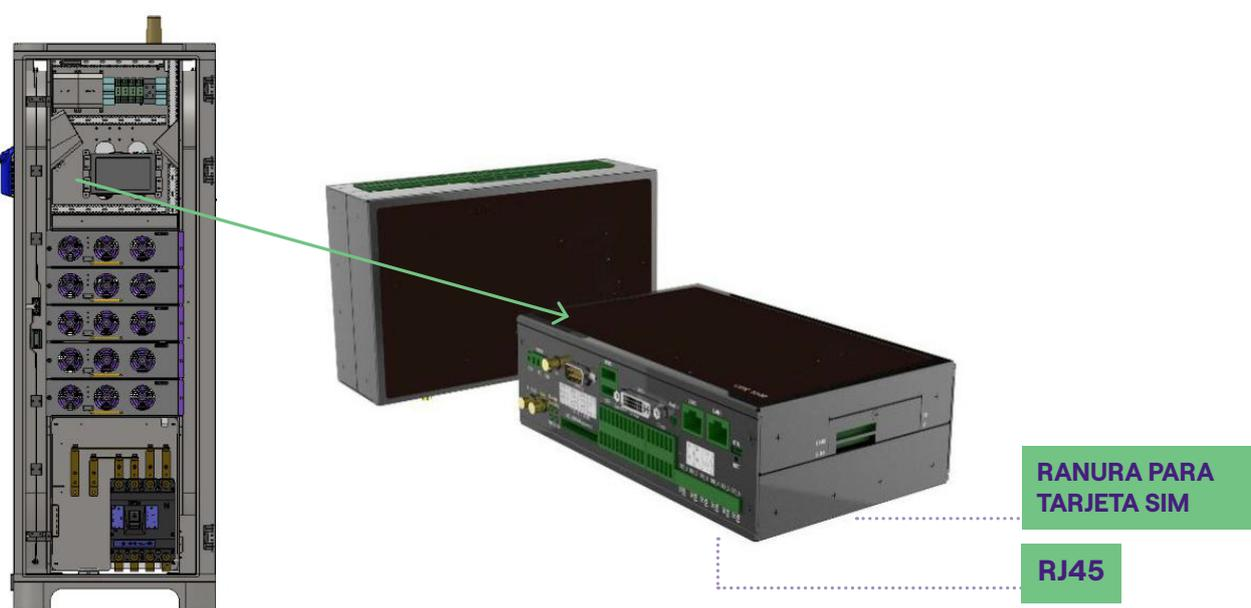

Figura 4.6.4
- > En caso de que la estación se conecte mediante cable LAN para la conexión directa al servidor, este cable debe colocarse a través de un prensacables impermeable en la parte inferior, hacia el puerto RJ45 de la placa de comunicación A8, como se muestra en la figura 4.6.4. (sugerimos utilizar un cable LAN plano y suave como el de la figura, debido al limitado lugar de instalación. El cliente podrá instalar cualquier otro convertidor RJ45 del cargador si fuera necesario)
- > Si la estación se conecta directamente al servidor a través de una tarjeta SIM, se puede utilizar la ranura de la tarjeta SIM que se muestra en la figura 4.6.4. (solo para tarjetas SIM estándar de tamaño 15 x 25 mm)